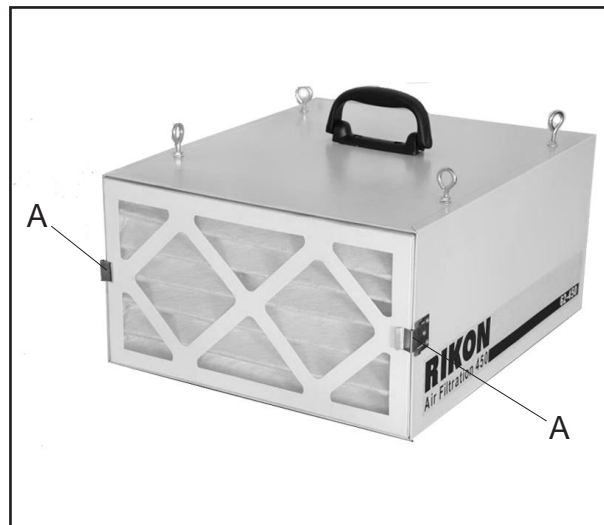
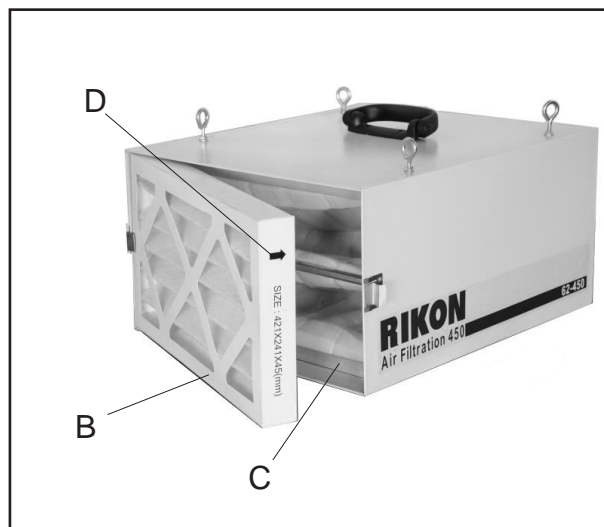

Fig.10
Fig.11
Cambiar los Filtros (Fig.10 y 11)
1. Levante los dos clips Fig.10, (A) a la izquierda y derecha del gabinete y retire el filtro exterior Fig.11, (B) de la carcasa del gabinete.
2. Tire del filtro interior Fig.11, (C) del armario.
4. Instale un nuevo filtro externo. La flecha en el exterior del filtro indica la dirección correcta para insertar el filtro en el gabinete. Fig.11, (D)
5. Bloquee los clips Fig.10, (A) a la izquierda y a la derecha del gabinete.